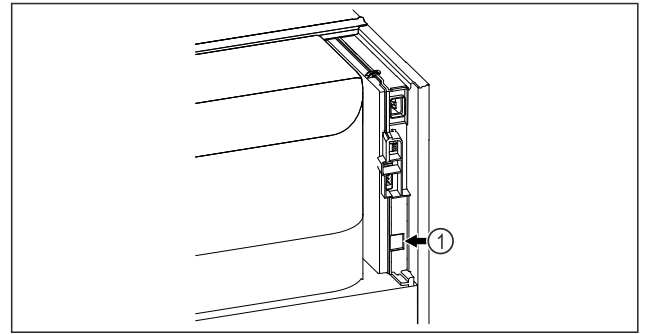

Fig. 127
- A SmartModule Fig. 127 (1) be van helyezve.